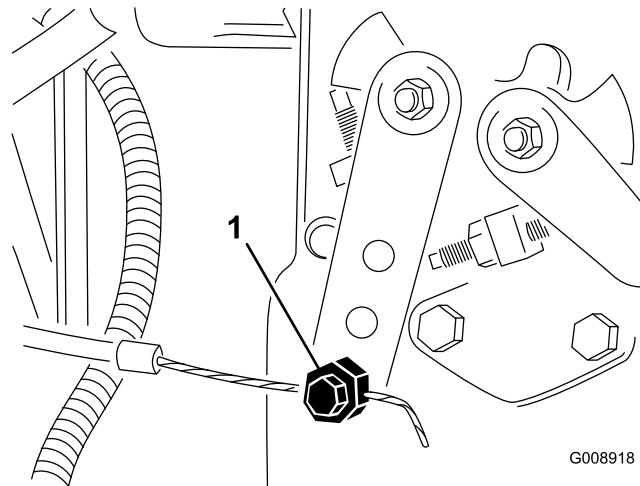

Figure 71
2. Desserrez le connecteur du câble d'accélérateur sur le bras du levier de la pompe d'injection (Figure 71).